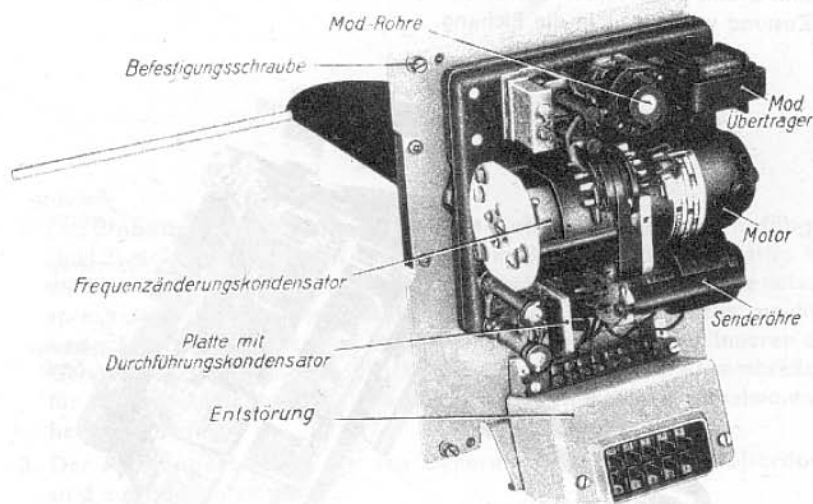

Bild 5: Sender, Innenansicht
Der Sender (Bild 5) enthält die Senderröhre LD 2 und die Modulationsröhre RV 12 P 2001, ferner einen Motor.
Der Sender läßt sich in folgende 3 Schaltgruppen (Bild 5 und Wirkbild, Anlage 2) unterteilen:
a. die **Sendestufe** mit der Senderöhre LD 2 (SRö\*) und dem in ihrem Schwingkreis liegenden Frequenzänderungskondensator (C 8), der unzugänglich in dem von dem Preßstoffmantel umgebenen Keramiktopf eingebaut ist. Der von dem Motor (M) angetriebene Kondensator ist so ausgebildet, daß bei dem einen Umlaufsinn eine große Kapazitätsänderung (große Frequenzänderung — unterer Meßbereich) und im anderen Umlaufsinn durch Umpolen der Motorfeldwicklung eine kleine Kapazitätsänderung (kleine Frequenzänderung — oberer Meßbereich) entsteht. An den Schwingkreis ist die Antennenleitung angekoppelt, die zu den beiden Antennenstäben führt.
c. die **Entstörungsmittel**, die z. T. unmittelbar am Motor sitzen, zum größeren Teil jedoch in dem Entstörungsbock untergebracht sind (Bild 5).